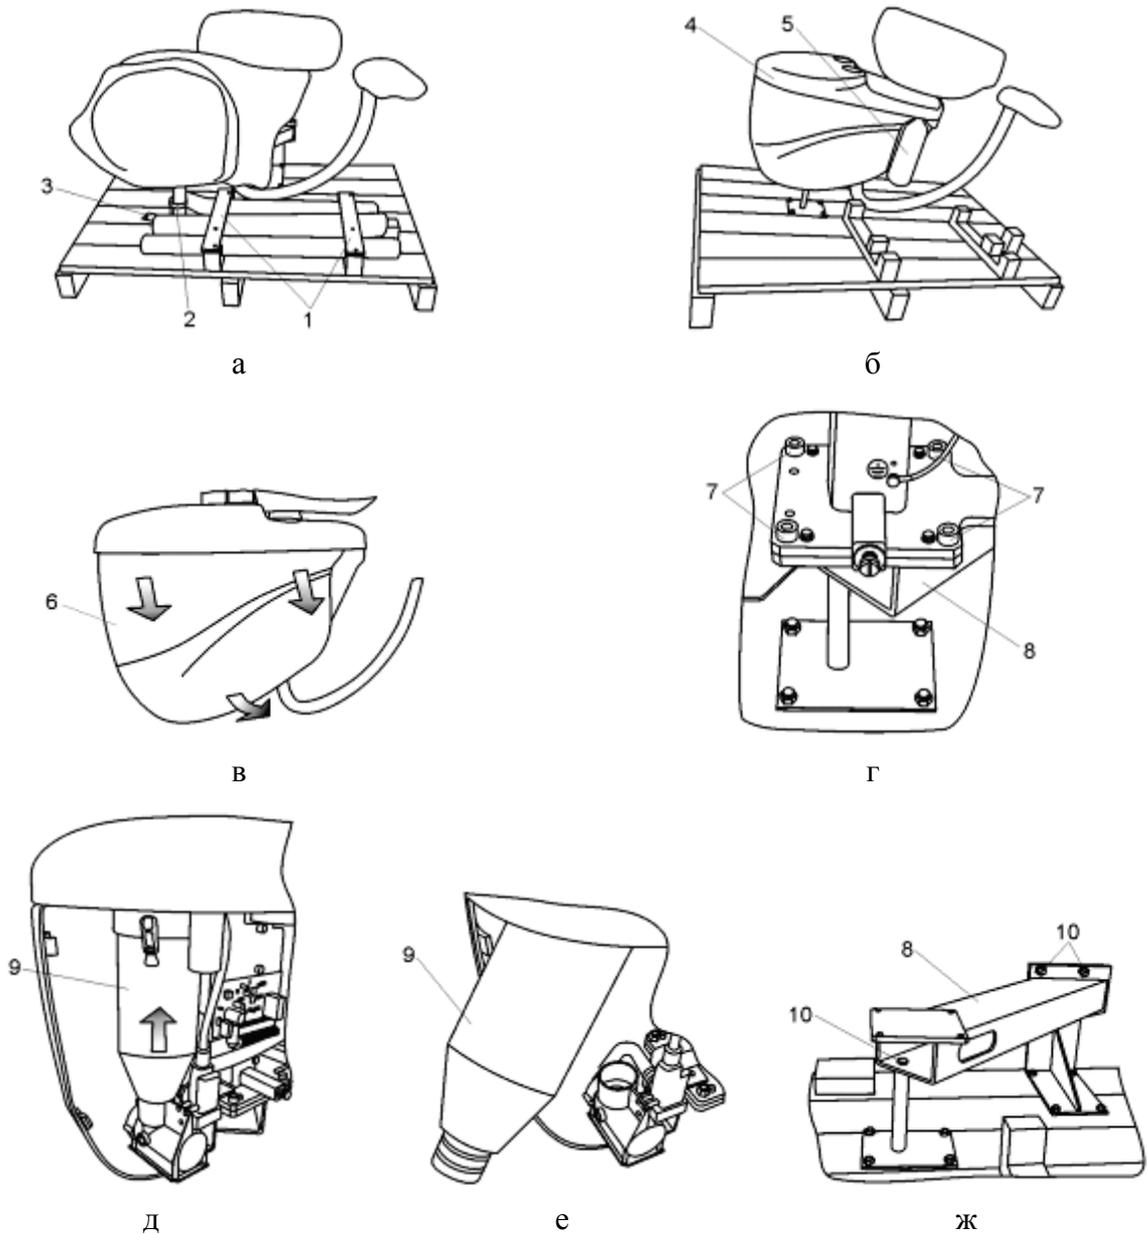

Рис. 8.27. Извлечение навесного оборудования из упаковки
- Снимите две планки 1 (см. рис. 8.27а) и хомут 2, удерживающие блок наконечников.
- Снимите защитную пленку с основного корпуса гидроблока 4 (см. рис. 8.27б).
- Снимите левую панель гидроблока 6, для этого (см. рис. 8.27в) потяните основание панели на себя и вытяните ее вниз.
Отверните четыре болта 7, удерживающие гидроблок на кронштейне 8 (см. рис. 8.27г).